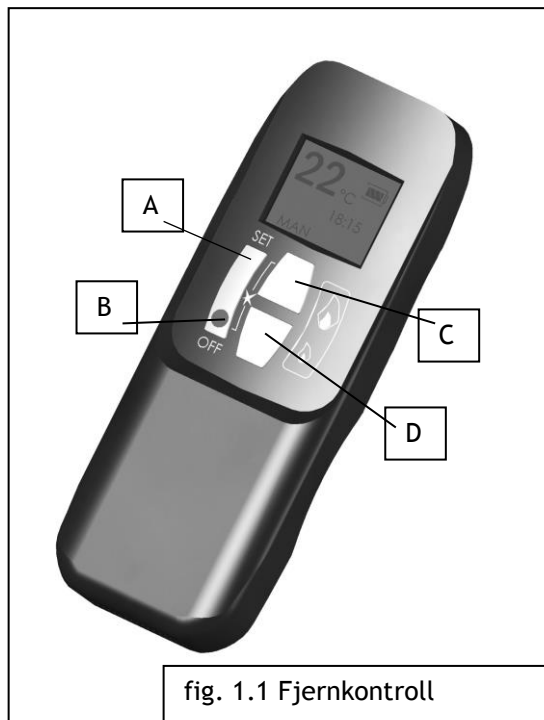

fig. 1.1 Fjernkontroll
Innen 20 sekunder trykk på D knappen (fig. 1.1) til du hører et langt signal som bekrefter at senderkode er satt.
Trykk på AV-knappen (knapp B fig. 1.1) på fjernkontrollen. Dette vil slukke alle brennere inkludert pilotflammen.
Merk: - Hvis du gjentatte ganger trykker på den lille flamme knappen (knapp D fig. 1.1) vil brennerne skrus av men pilotflammen vil være tent.
For å øke flammen, trykk på den store flamme knappen (knapp C fig 1.1.).
For å redusere flammen, trykk på den lille flammen knappen (knapp D fig 1.1.).
Trykk samtidig på OFF og LITEN FLAMME (knapper B og D fig. 1.1) inntil displayet skifter fra Fahrenheit/12 timers klokke til Celsius/24 timers klokke og vice versa.
B. Samtidig å trykke på STOR FLAMME og LITEN FLAMME (knapper C og D fig. 1.1)
Trykk på STOR FLAMME (knapp C fig. 1.1) for å stille timer.
Trykk på den LITEN FLAMME (knapp D fig. 1.1) for å stille minutter.
Trykk OFF (knapp B fig. 1.1) for å gå tilbake til standard driftsmodus eller bare vent og den vil gå tilbake til standard modus etter ca 15 sekunder.